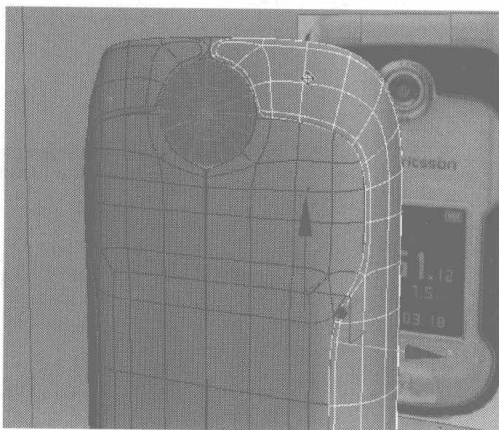

图 4.68
- 21** 选择如图 4.68 所示的物体，单击右键，在弹出的快捷菜单中选择 Hide Unselected 命令，将未选择的物体隐藏。